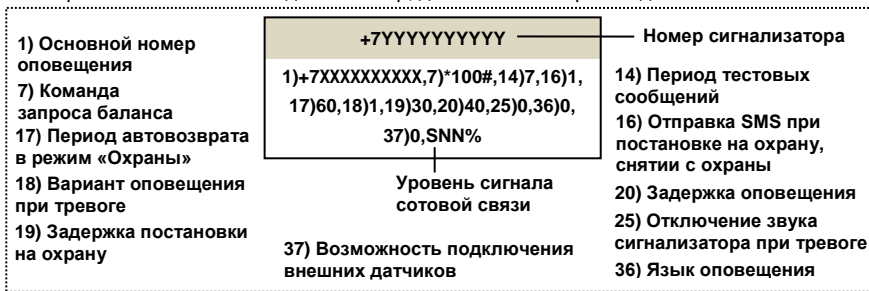

Рис.8 Пример SMS с настройками
При переходе в режим «Программирования» сигнализатор отправляет SMS с настройками (рис.8) на основной номер оповещения (если основной номер оповещения был ранее записан в память сигнализатора).
5.2 При наличии входящих звонков/SMS сигнализатор, после приёма последнего, через одну минуту отправляет на основной номер оповещения SMS с изменёнными настройками (рис.8), SMS с балансом и переходит в режим «Снят с охраны».
3.2 При наличии входящих звонков/SMS сигнализатор, после приёма последнего, через одну минуту отправляет на основной номер оповещения SMS с изменёнными настройками (рис.8), SMS с балансом и переходит в режим «Снят с охраны».
4. По окончании одной минуты после последнего звонка, сигнализатор отправит SMS с настройками (рис.8) и SMS с балансом на основной номер оповещения и перейдет в режим «Снят с охраны».
- удерживая сигнализатор непосредственно в выбранном месте, включите питание, закройте крышку и дождитесь SMS с настройками и уровнем сигнала сотовой связи (рис.8);